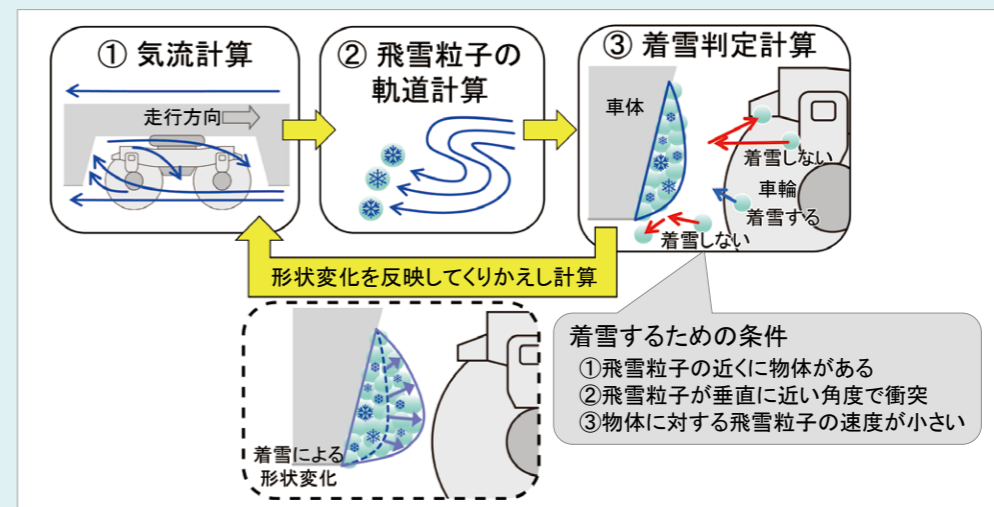

図3 着雪シミュレーターの概要
- 着雪状態を評価する対象物周りの気流計算・飛雪粒子の軌道計算・着雪判定計算の3つの計算手法をくりかえし使用しているため、着雪の成長とともに対象物の表面形状が変化することによる対象物周りの気流の変化を考慮して、着雪現象を精緻に再現できます(図3)。